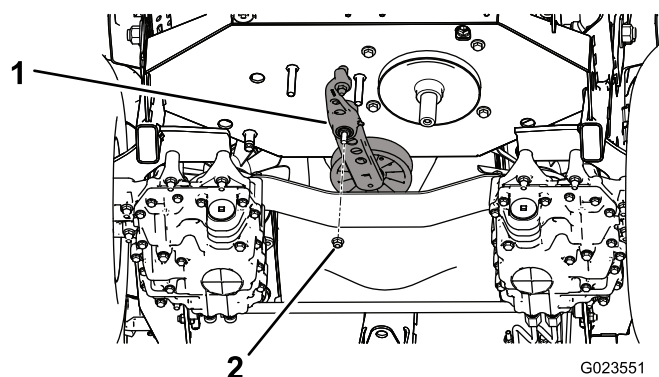

Figure 61
5. Retirez l'écrou qui fixe l'ensemble tendeur au cadre (Figure 61).